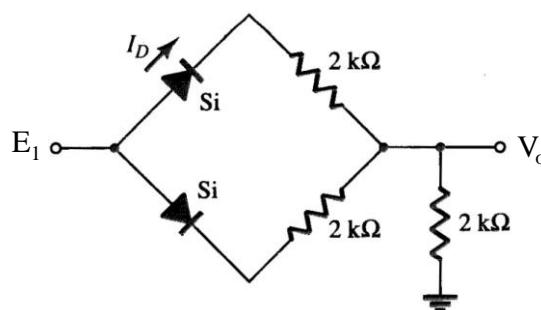

Figura 1.69.
**EF 6** – Calcular  $V_0$  e  $I_D$  para o circuito da Figura 1.69, com  $E_1 = 10 \text{ V}$  e  $V_F = 0,7 \text{ V}$  para os dois diodos.
**EF 7** – Para o circuito do EF, Figura 1.69, pede-se determinar: